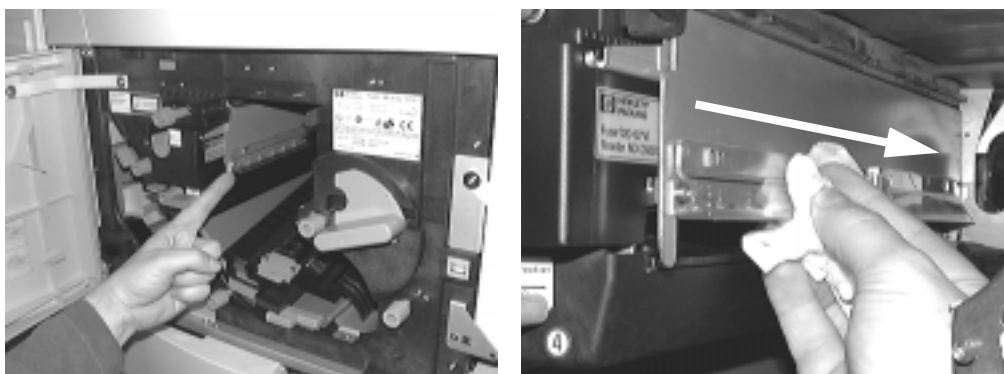

Figura 5-10 Pulizia della serie di spie luminose
1. Usare i panni di pulizia in dotazione per rimuovere il toner o la polvere all'esterno della serie di spie luminose. Pulire completamente le spie luminose. La Figura 5-10 mostra la serie di spie luminose e illustra la procedura di pulizia.